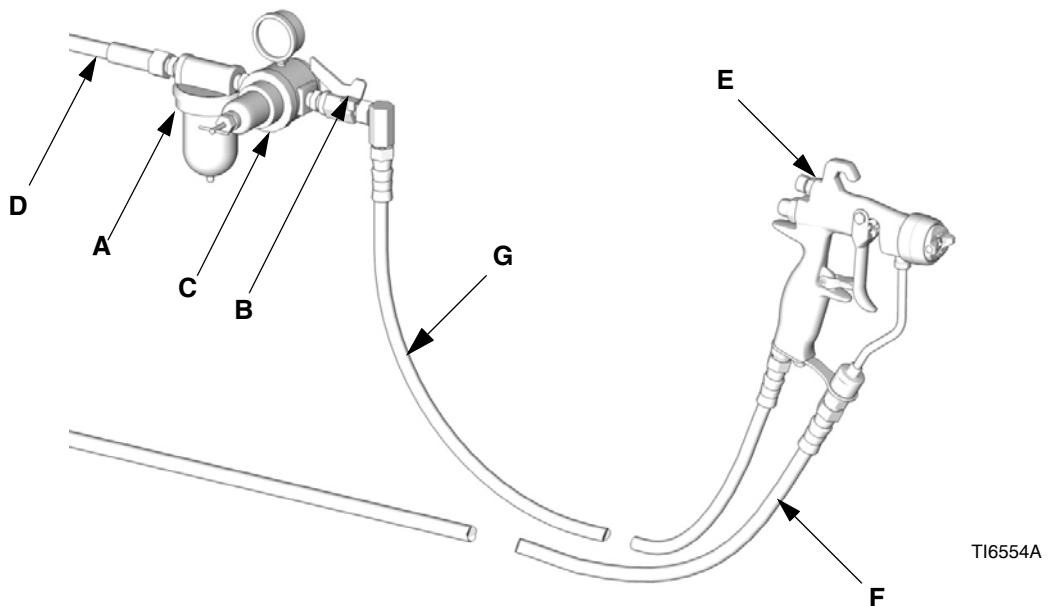

Рис. 1: Типовая установка (представлена модель G15)
ПРИМЕЧАНИЕ: Типовая установка, показанная на Рис. 1, носит рекомендательный характер при выборе и установке пневмопропылительных систем. Свяжитесь с дистрибутором Graco для получения содействия при разработке системы, отвечающей вашим нуждам.
- Установите воздушный фильтр (A) в воздухопровод пистолета, чтобы обеспечить подачу сухого чистого воздуха. Грязь и влага могут оказывать негативное воздействие на внешний вид обрабатываемой поверхности. См. Рис. 1.
- Установите регулятор давления воздуха (C) в воздухопровод пистолета для регулирования давления поступающего воздуха.
- Установите клапан отключения подачи воздуха (B) в воздухопровод пистолета и насоса для приостановки подачи воздуха в пистолет.